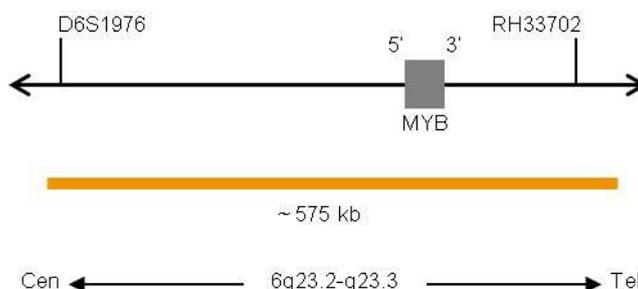

Fig. 1: SPEC MYB Mapa da sonda (sem escala)
- Polinucleótidos (~4.5 ng/μl) com marcação ZyOrange (excitação 547 nm/emissão 572 nm), dirigidos ao mapeamento de sequências alvo em 6q23.2-q23.3* (chr6:135,141,227-135,715,246) contendo o gene MYB (ver Fig. 1).